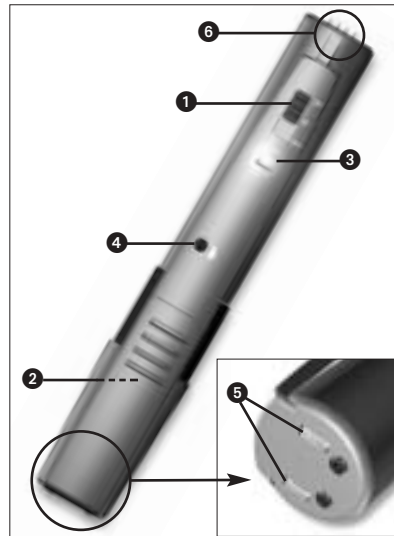

Fig. 1 : Eléments de commande du TM 40
2.5 Eléments de commande (Cf. Fig. 1)